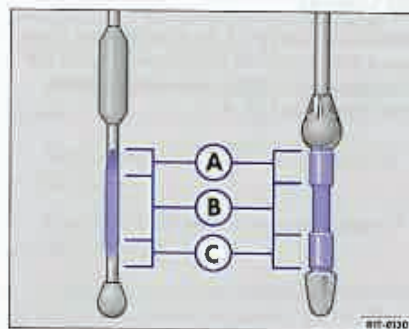

Fig. 6 Imagine de referință: Joja cu marcaje.
– Scoateți joja, citiți nivelul uleiului ⇒ fig. 6 și adăugați ulei, dacă este necesar ⇒ pagina 47, "Completerea cu ulei".
Dacă nivelul uleiului se găsește în zona ➔ pagina 45, fig. 6" Ⓐ, nu completați cu ulei ➔ Ⓜ.
Imaginea ➔ pagina 45, fig. 6" înfățișează o imagine a joiei. Joja poate avea forme și culori diferite. Marcajele ilustrate sunt valabile pentru toate tipurile de joă. ◀
- Când nivelul uleiului se află în zona ➔ pagina 45, fig. 6" Ⓑ, puneți din nou capacul.
Dacă nivelul uleiului se găsește deasupra zonei ➔ pagina 45, fig. 6" Ⓐ, nu porniți motorul – pericol de avarie la catalizator sau la motor! Adresați-vă unui service specializat.
Nivelul uleiului nu trebuie să fie în nici un caz, deasupra zonei ➔ pagina 45, fig. 6" Ⓐ. În caz contrar, uleiul poate fi absorbit în motor și ar putea ajunge în atmosferă prin instalația de evacuare a gazelor. ◀